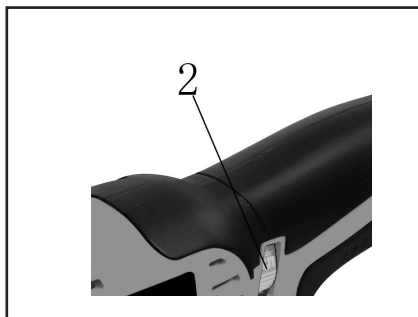

rys. 5
- ✿ Aby narzędzie włączyć należy przesunąć wyłącznik (1) w kierunku do przodu narzędzia (rys. 5).
- ✿ Aby narzędzie wyłączyć należy przesunąć wyłącznik w kierunku do tyłu narzędzia (rys. 5).
2. Położyć na podłodze kawałek płytki posadzkowej (1) około 1/2" (25 mm) od obramienia drzwiowego (2)
3. Ustawić narzędzie z tarczą (3) w taki sposób, aby dotykało lekko powierzchni płytki i aby zęby tnące NIE DOTYKAŁY powierzchni ciętej.
4. Ustawić najwyższe obroty i włączyć narzędzie (rys. 5 i 6)
3. Umieścić tarczę tnącą (2) bezpośrednio przy podłodze na środku jednej z linii cięcia.
4. Ustawić średnie obroty i włączyć narzędzie (rys. 5 i 6).
2. Przyłożyć puszkę do ściany i miękkim ołówkiem obrysować wymagany otwór o kształcie prostokąta (1)
3. Umieścić krawędź tnącą tarczy (2) bezpośrednio przy ścianie na środku jednej z linii cięcia.
4. Przetączyć wyłącznik w pozycję **WŁĄCZONE** w sposób pokazany na rys. 5.
2. Ustawić regulator obrotów na 4 i przetączyć wyłącznik w pozycję **WŁĄCZONE** w sposób pokazany na rys. 5 i 6.